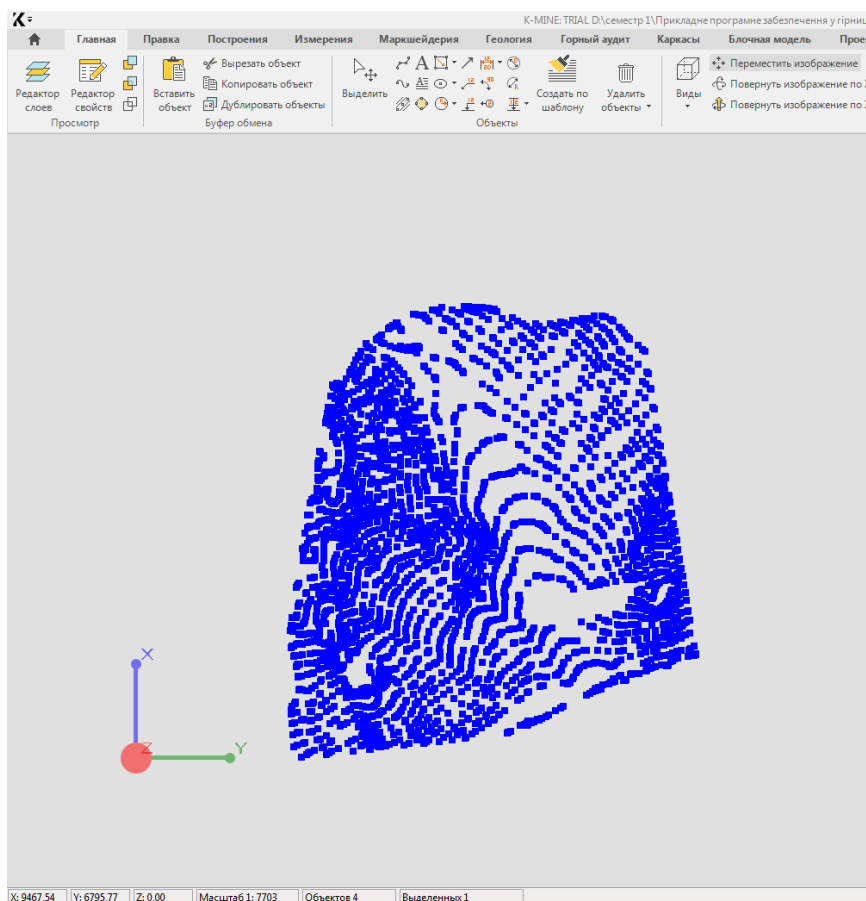

Рисунок 4.1. Вихідні дані для практичної роботи 4
1. Відкрийте файл з вихідними даними у ГІС K-MINE (надає викладач) (рис.4.1).